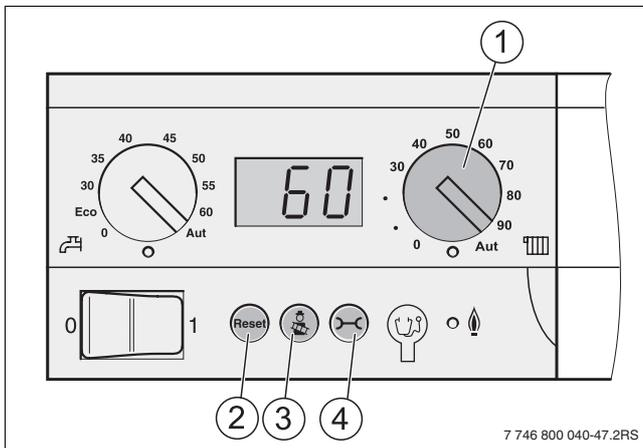

Fig. 68 Pannello di servizio del dispositivo di controllo di base
- Con la manopola "Temperatura massima acqua caldaia" (→ fig. 68, [1]) è possibile impostare la temperatura limite superiore dell'acqua della caldaia per il riscaldamento (→ tab. 10).
L'impostazione su BC10 non può essere effettuata tramite il menu, ma si deve impostare la "massima temperatura acqua di caldaia" con la manopola (→ fig. 68, [1]).